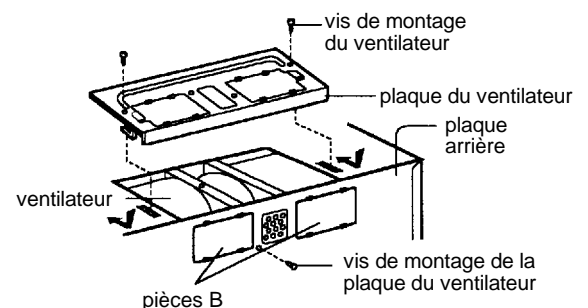

Figure 21
5. Remonter la plaque du ventilateur sur le four à micro-ondes. Fixer en place avec une vis de montage du ventilateur et une ou deux vis de montage de la plaque du ventilateur. Voir la figure 21.